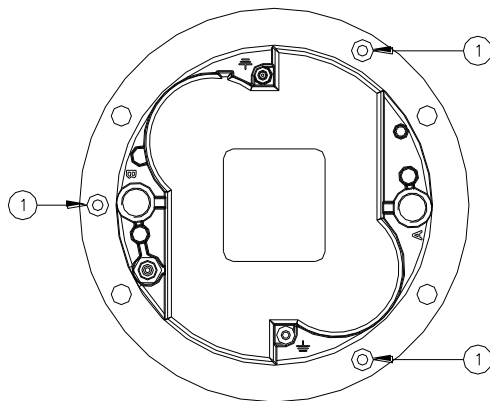

Figura 18 – Viti di fissaggio della coperchio inferiore
- Separare il coperchio inferiore dalla calotta svitando le tre viti di bloccaggio TSP TORX M5x10 (Figura 18 - n°1).
- tre viti di bloccaggio TSP TORX M5x10 (Figura 18 - n°1);
Verificare il corretto posizionamento della guarnizione O-Ring tra calotta e coperchio inferiore (Figura 20 – n°2); montare il coperchio inferiore nella calotta e chiuderla con le tre viti TSP TORX M5x10 (Figura 18 - n°1). Uno strato di adesivo anaerobico frenafilletti medio (per esempio LOXEAL 24-18) può essere applicato alle viti prima dell'installazione; coppia di serraggio 2,5 Nm.